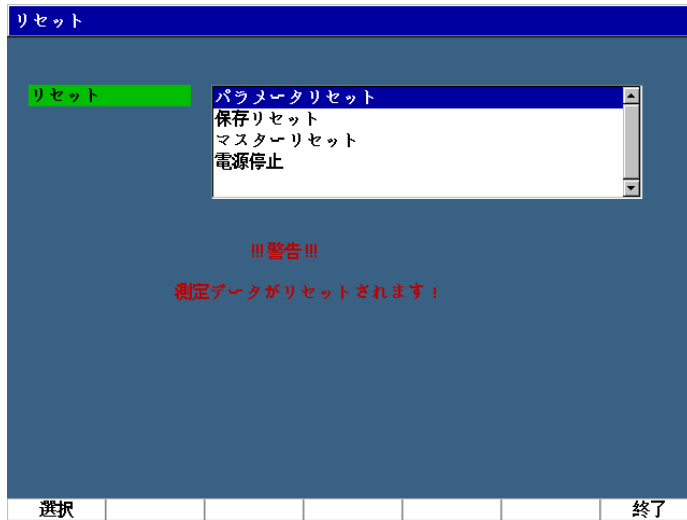

図 3-21 リセットページ
1. **管理 > リセット**を選択し、**リセットページ**を表示します (72 ページの図 3-21「リセットページ」参照)。